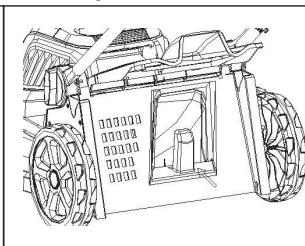

Abb.8B
- Setzen Sie den Kunststoffblock ein (Abb. 8B).